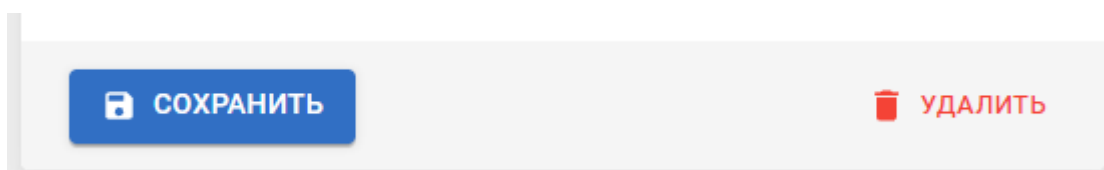

Рисунок 18 — Удаление элемента со страницы редактирования свойств
1. Перейти на страницу свойств объекта, перевести ее в режим редактирования и внизу страницы нажать на кнопку «Удалить» (рисунок 18)